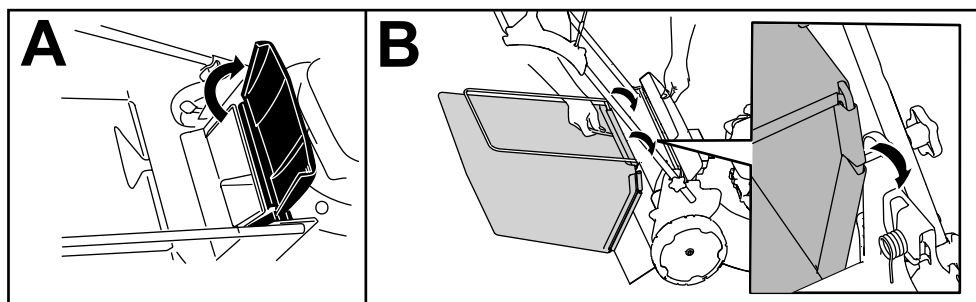

Figura 15
1. Faça subir e mantenha elevado o defletor traseiro (A da Figura 15).
2. Coloque o saco da relva, assegurando que os pinos no saco encaixam nos entalhes na pega (B da Figura 15).